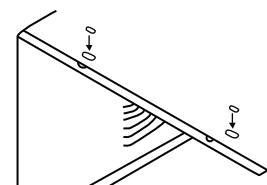

Fig. 6
9. Agregue dos insertos de espuma en los orificios superiores del gabinete donde se quitaron los tornillos de envío (consulte la Fig. 6).
1. Coloque la junta de espuma en el ángulo superior sobre los orificios como se muestra en la Fig. 6.